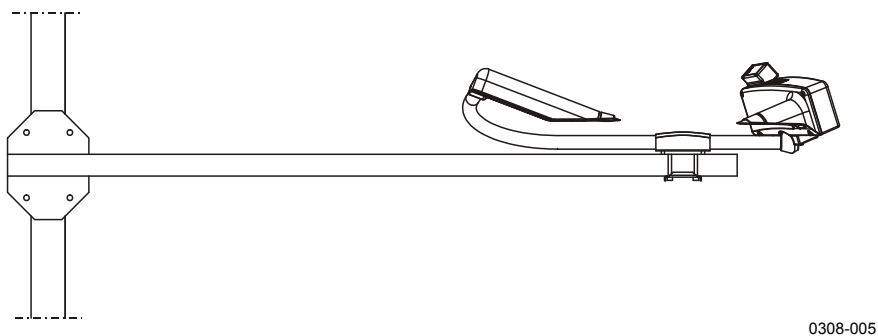

图 7 将 PWD10/20/50 安装到支臂上
1. 将 PWD10/20/50 安装到支臂上。请参见下方图 7。